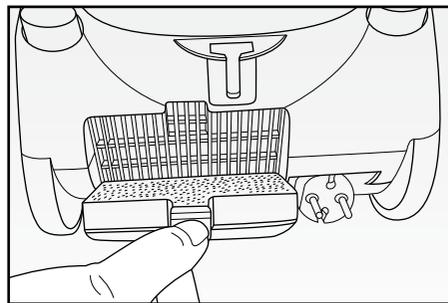

Fig. 10
- Rimuovere il coperchio del filtro di scarico agendo sull'apposita levetta (Fig. 10).